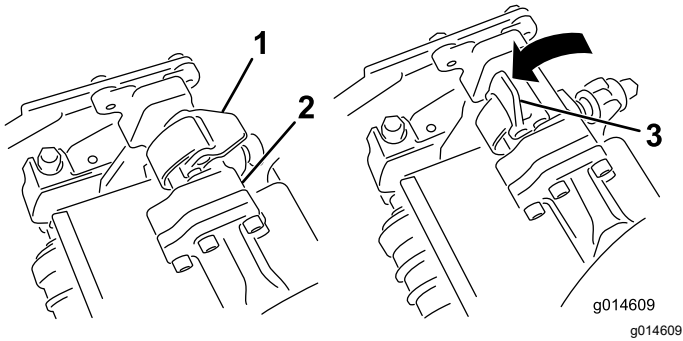
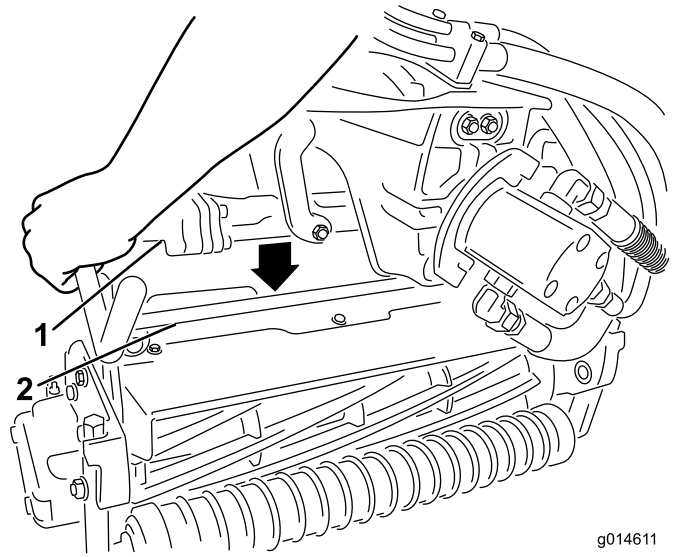

图 53
图 54
4. 打开滚刀组悬挂臂杆上的门锁图 53 将悬挂臂向下推使臂杆放到滚刀组的两个旋转臂上并确保门锁穿到滚刀组横杆的下方图 54。
5. 向下并绕着滚刀组横杆关闭门锁将它们锁定到位图 53。
6. 打开您正在拆下的滚刀组悬挂臂上的门锁 图 53。